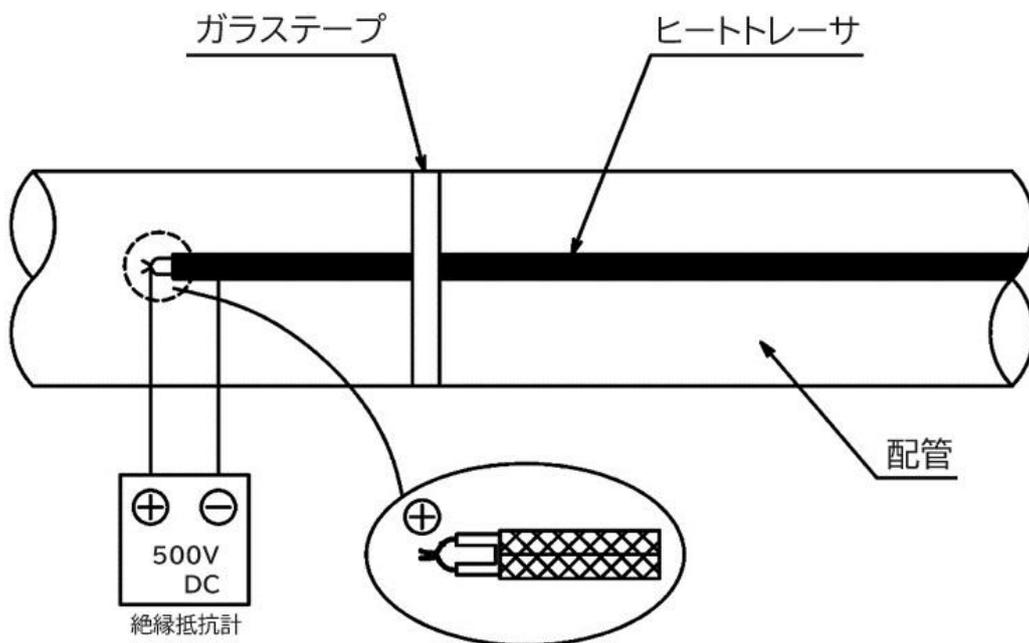

図 1.5-1 メガーテスト
(4) メガーテスト(絶縁抵抗値の測定)を行います(図 1.5-1 参照)。